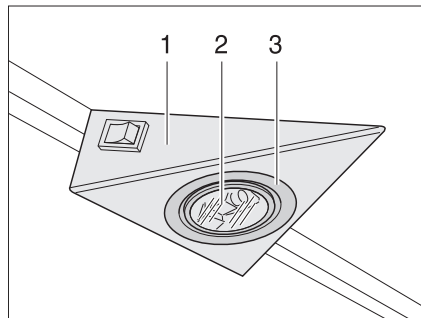

Fig. 259 Lámpara halógena empotrada
La lámpara halógena empotrada está instalada hundida en una carcasa (Fig. 259,1).
- Soltar el anillo de cubierta interior (Fig. 259,3) de la carcasa con un desatornillador.
- Extraer la bombilla halógena (Fig. 259,2).